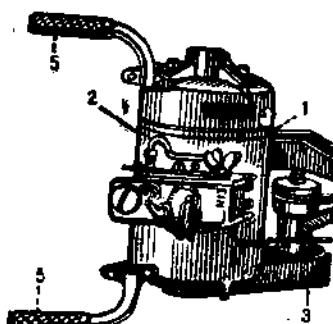

Рис. 16. Механизм управления.
карапает на пильное полотно. Регулятор натяжения пильной цепи (4) помещен в задней части пилы и приводится в действие поворотом маховика вправо или влево. Три ручки служат для переноски и управления пилой во время работы; из них 2 ручки прикреплены к моторной части (5), а одна — к задней части пильного полотна (6) (рис. 16 и 17).